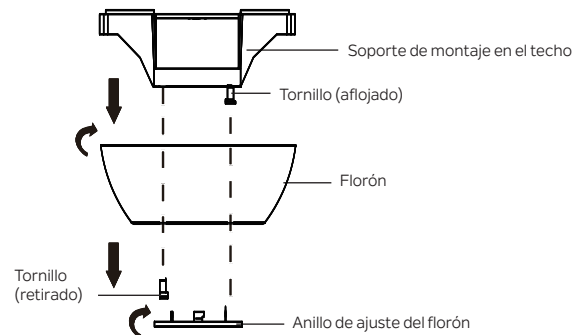

Figura 5
Paso 1. Retire el anillo de ajuste del florón girándolo en sentido contrario a las manecillas del reloj. **(Figura 5)**
Paso 2. Retire el florón del soporte de montaje del techo: afloje media vuelta el tornillo en la ranura de orificio alargado, retire (y guarde) el tornillo del orificio redondo y luego gire el florón (en sentido contrario a las manecillas del reloj). **(Figura 5)**
Paso 3. Alinee el otro orificio del florón con el otro orificio del soporte de montaje del techo. Vuelva a instalar el tornillo que retiró anteriormente (**CÓMO COLGAR EL VENTILADOR: página 9, paso 2, Figura 5**) en los orificios alineados. Apriete ambos tornillos para fijarlos. Fije el anillo de ajuste del florón a las cabezas de los tornillos levantando cuidadosamente el anillo de ajuste del florón hasta el florón (colocando las ranuras de orificio alargado en el anillo de ajuste del florón sobre las cabezas de los tornillos del florón) y luego girando el anillo de ajuste del florón hasta que se trabe en su lugar contra los tornillos en las secciones angostas de las ranuras de orificio alargado para asegurarlo.